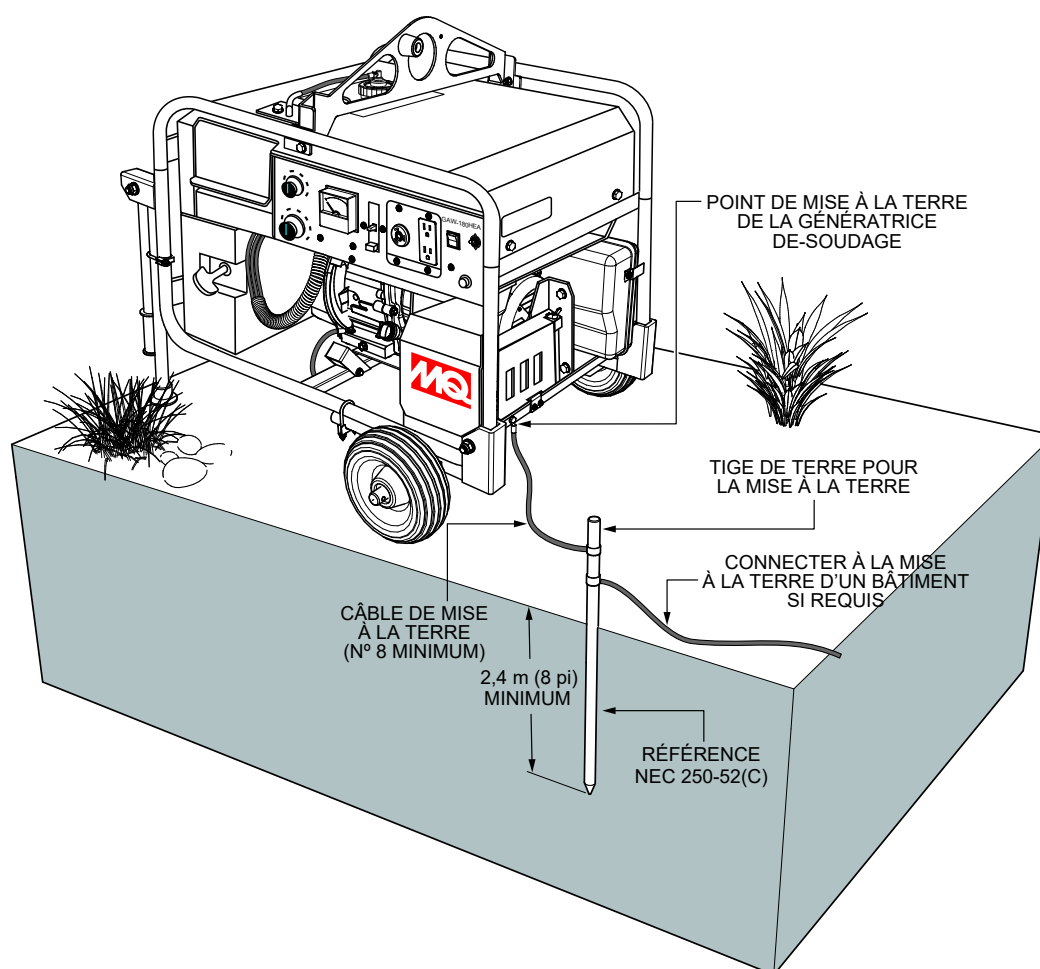

Figure 5. Mise à la terre de la génératrice de soudage
Au niveau de la génératrice, connectez la cosse du câble de mise à la terre entre la rondelle de blocage et le boulon (Figure 5) et serrez le boulon à fond. Connectez l'autre extrémité du câble de mise à la terre à une prise de terre appropriée (tige de mise à la terre).
2. Lors de la mise à la terre de la génératrice (Figure 5) connectez le câble de mise à la terre entre la rondelle de blocage et l'écrou sur la génératrice et serrez l'écrou à fond. Connectez l'autre extrémité du câble de mise à la terre à une prise de terre.